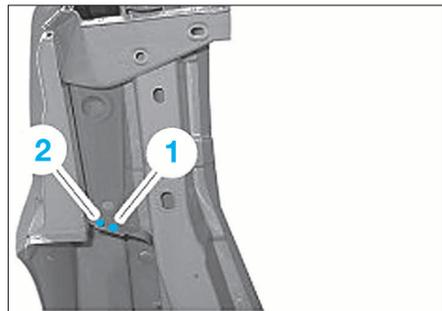

FIG. 115
• Dépointer les points (2).
• Dépointer les points (1) et (2) (Fig.115).